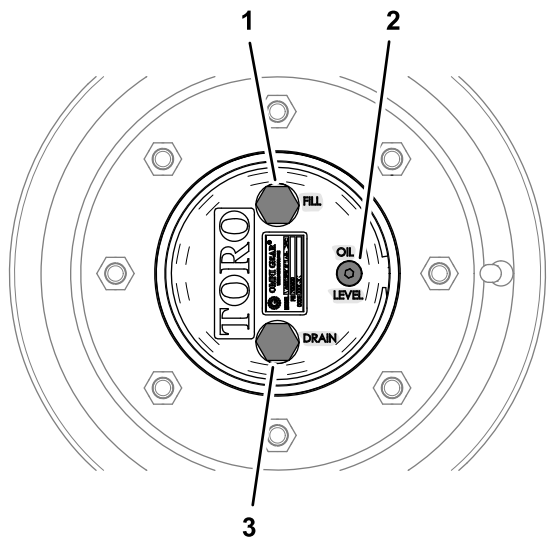

图 86
1. 机器在水平地面上时调整一个车轮的位置以便让加油塞处于最高12点钟位置排油塞处于最低6点钟位置图 86。
1. 机器在水平地面上时调整一个车轮的位置以便让加油塞处于最高12点钟位置排油塞处于最低6点钟位置请参阅检查行星齿轮传动润滑油 (页码 57) 中的图 86。